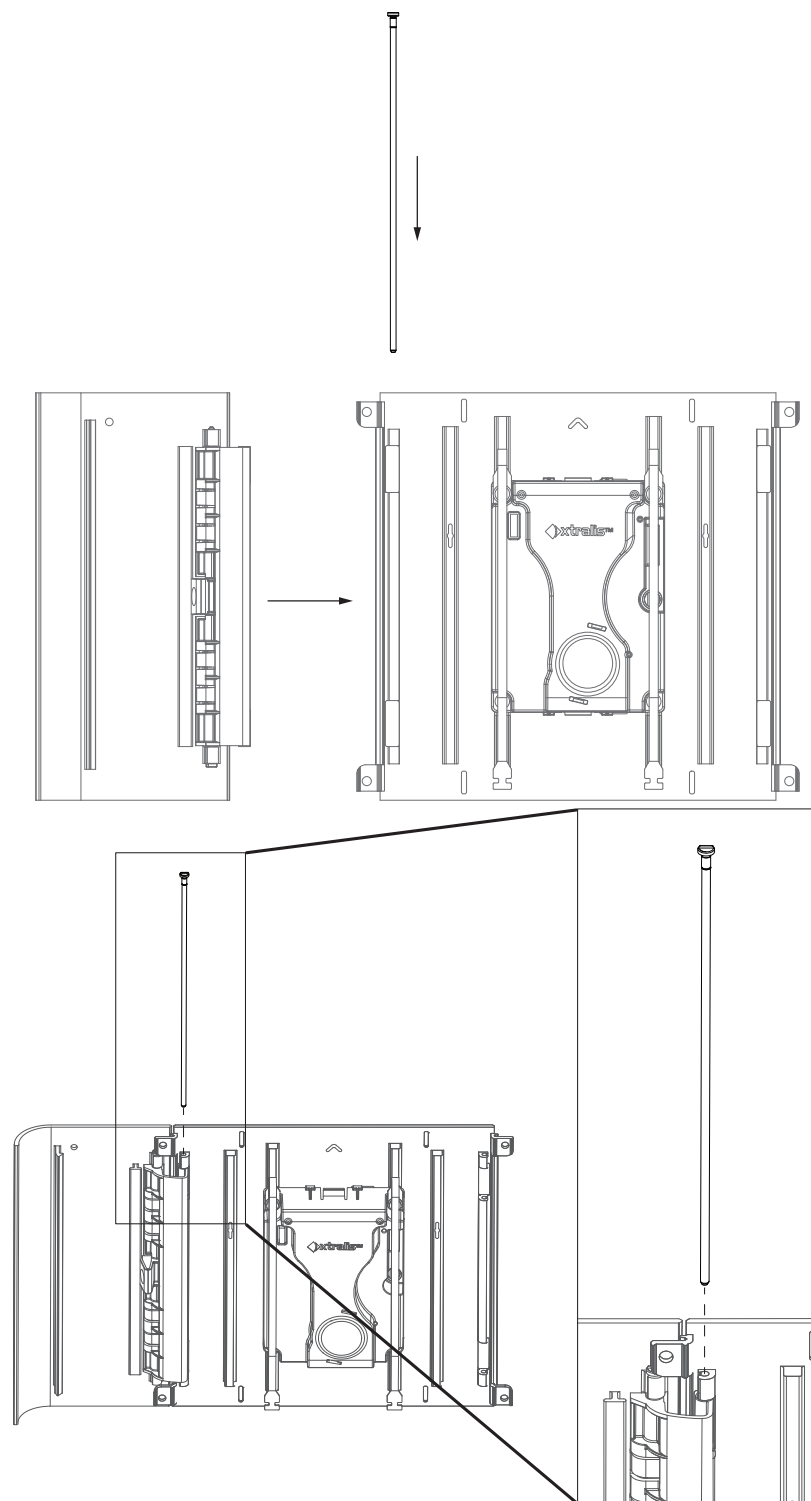
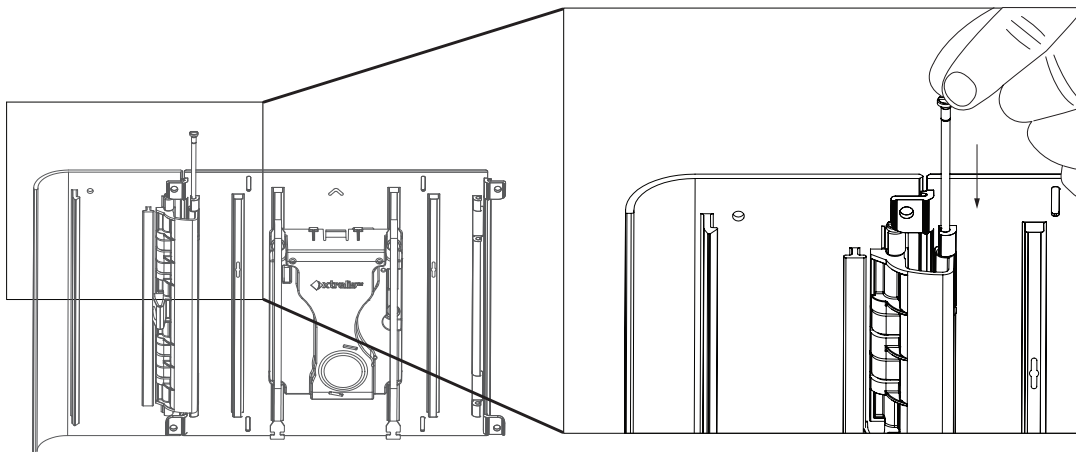

Figura 4-12: Sustitución del perno de la bisagra (posición correcta de la puerta y el perno)
Figura 4-13: Sustitución del perno de la bisagra de la puerta
7. Reemplace el perno de la bisagra de la puerta. (Figura 4-12, Figura 4-13)